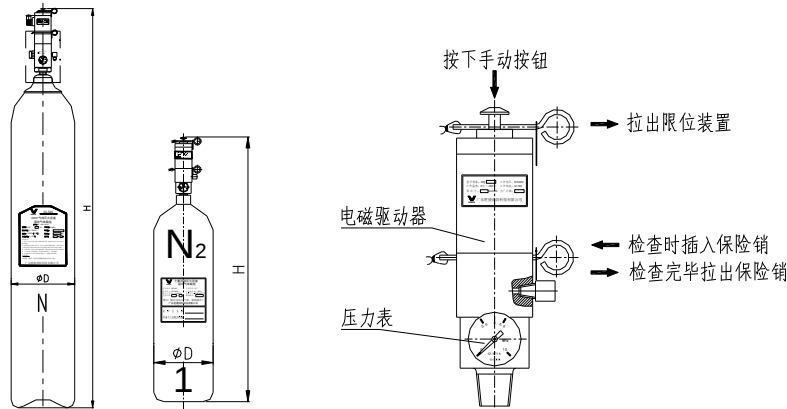

图 6 驱动气体瓶组
2.1 结构组成（图 6）：主要由容器、驱动气体瓶组容器阀、电磁型驱动装置、安全泄放装置、压力显示器及误喷射防护装置等组成，IG541 启动方式的驱动气体瓶组充装 IG541 灭火剂，N₂ 启动方式的驱动气体瓶组充装氮气。